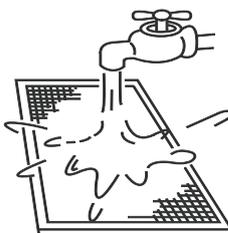

Figura 29
b. Ao usar água limpa, o lado da entrada de ar deve estar voltado para baixo (Veja a Figura 29).